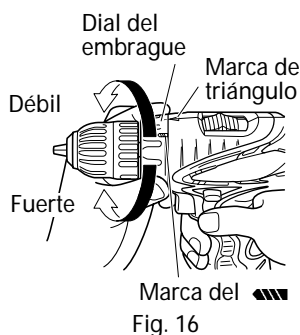

Fig. 16
7. Confirmar la posición del dial del embrague (Ver la Fig. 16).
(2) Indicación del par de apriete (Consulte la Fig. 16)
(3) Ajuste del par de apriete (Consulte la Fig. 16)